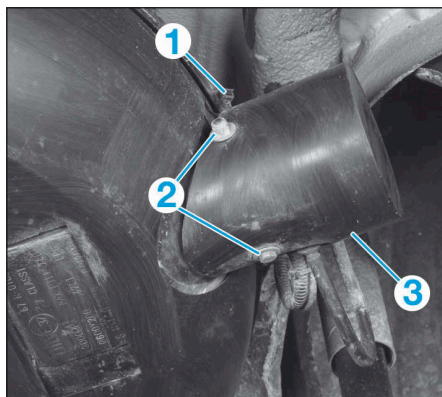

FIG.27
- Déposer (Fig.27) :
- le collier de maintien (1) entre la protection de la vanne multifonction et la protection du réservoir GPL,
- les fixations (2),
- la protection de la vanne multifonction (3).